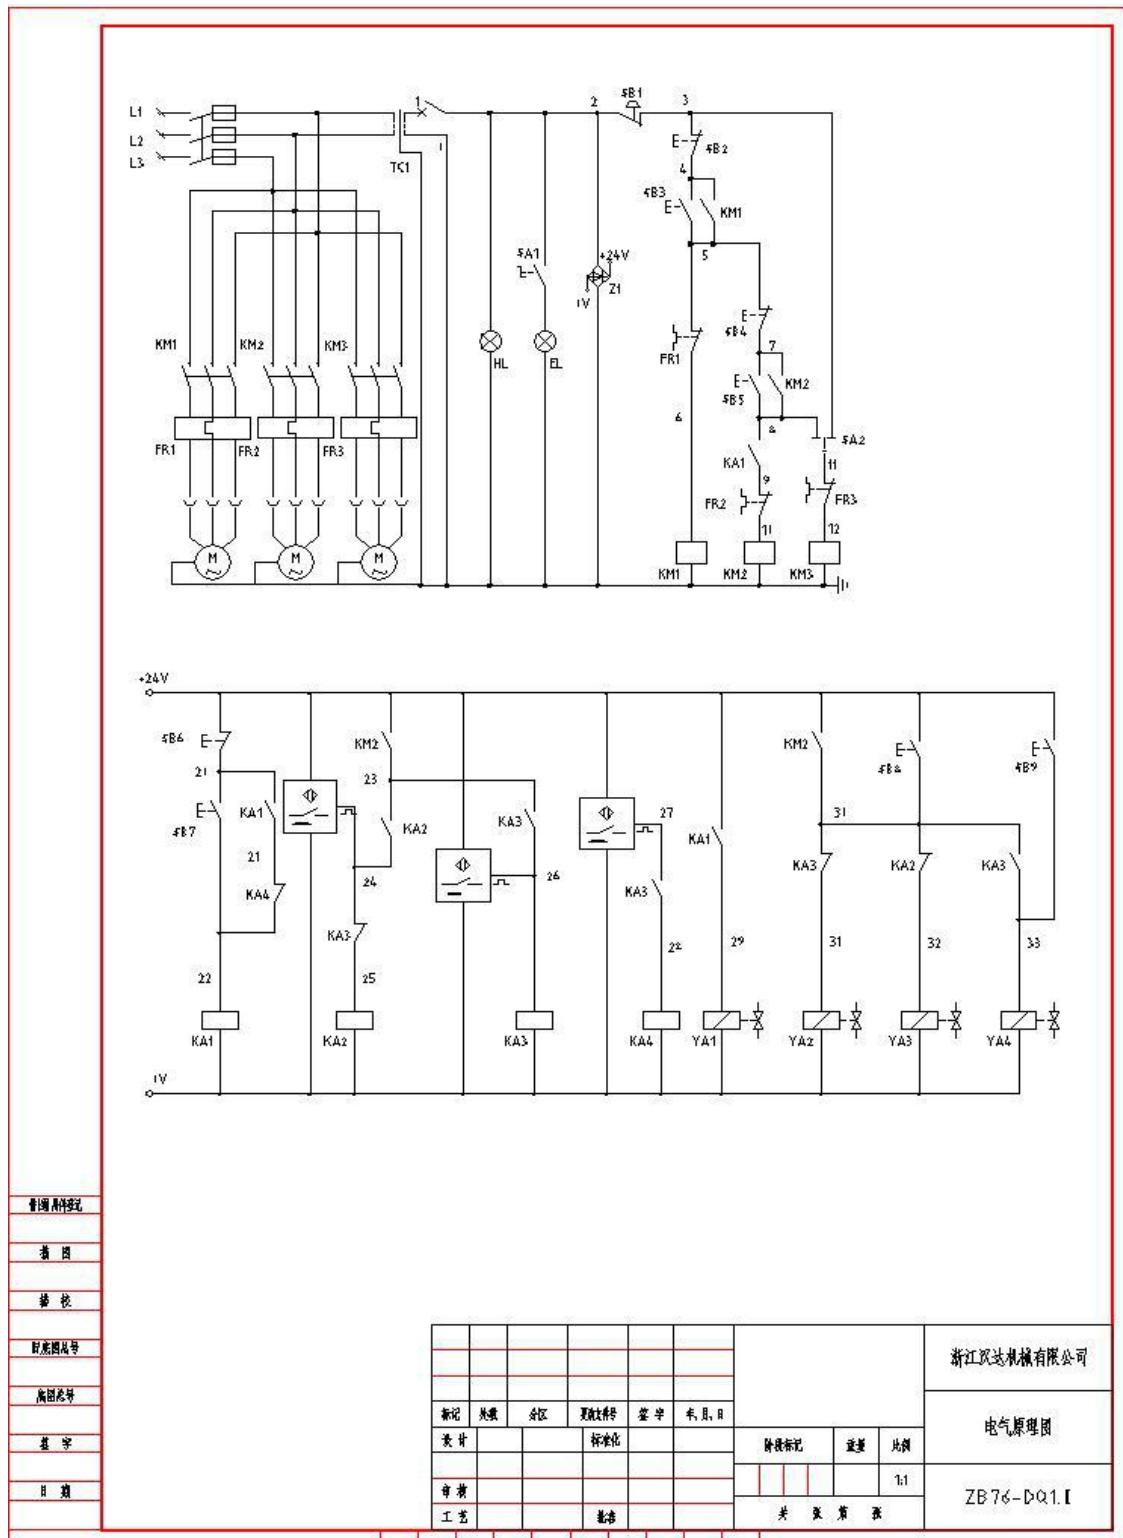

图 12 电气控制原理图
闭合电源（QS1）和（QS2）后，信号灯（EL）亮。在急停按扭（SB1）闭合的情况下可以对机床进行操作。首先是按“液压启动”（SB3）按钮，按扭上的绿色指示灯亮说明油泵已启动。按下“液压停止”（SB2）可以对油泵停止。在“液压启动”的前提下，按下“夹紧”（SB5）按钮，对工件夹紧方可工作，按“松开”（SB4）按钮，可松开工件。在工件夹紧的情况下，按“工作”（SB7）按钮，油缸使工作台向上运动，主电机工作带动钻头转动，工作台上升一段行程后，调速阀碰块与液压行程调速阀接触，使工作台运动由快速向上运动转为慢速向上运动，钻头开始切削，进入切削状态，通过旋转液压行程调速阀旋钮，可以改变上行速度快慢，移动液压速度碰块位置可以改变传动机架快进工进的行程，当钻头切削结束时：行程上限位调节块碰到行程开关，机头反向下行，当行程下限位调节块碰到接近开关时，工作台停止下行，移动行程上/下限位调节块，可以改变工作台上/下行位置。旋转节流阀旋钮，可以调节工作台上行速度。（见 P10 图 12）
2. 电气控制原理图，见图 12。